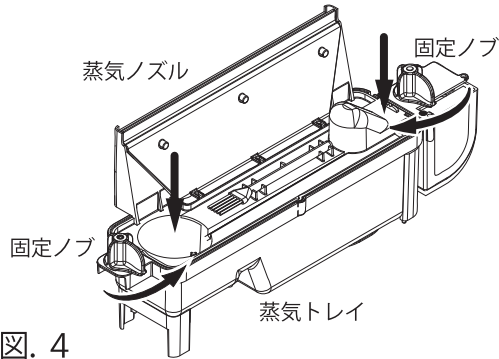

図. 4
- 蒸気発生器を蒸気トレイに取付けた後、蒸気ノズルを蒸気トレイにセットし、本体内部にセットします。左右の固定ノブを内側に90°回し、蒸気ノズルを所定の位置に固定します。(図4)